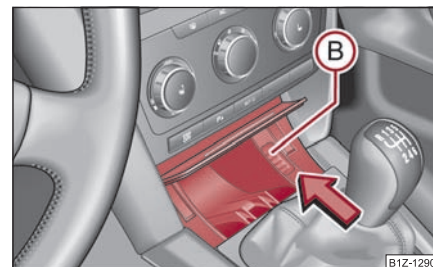

Fig. 113 Scoaterea scrumierei din față
- Apăsați scrumiera în zona (B) ⇒ fig. 113 (scrumiera cade), scrumiera iese afară și poate fi scoasă.